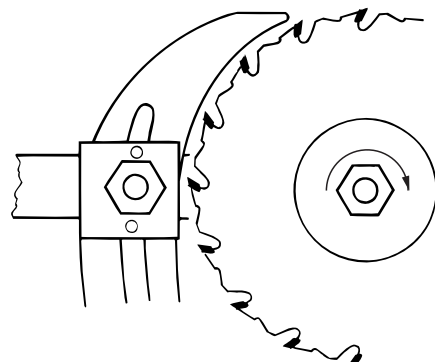

Abb. 15: Sägewellenmutter lösen
- Sägewellenmutter (Abb. 15) lösen, **Linksgewinde beachten**, d.h. Schraubenschlüssel in Drehrichtung des Werkzeuges drehen, Wellenmutter mit der Hand ganz abschrauben, Sägeblatt auf weicher Unterlage ablegen